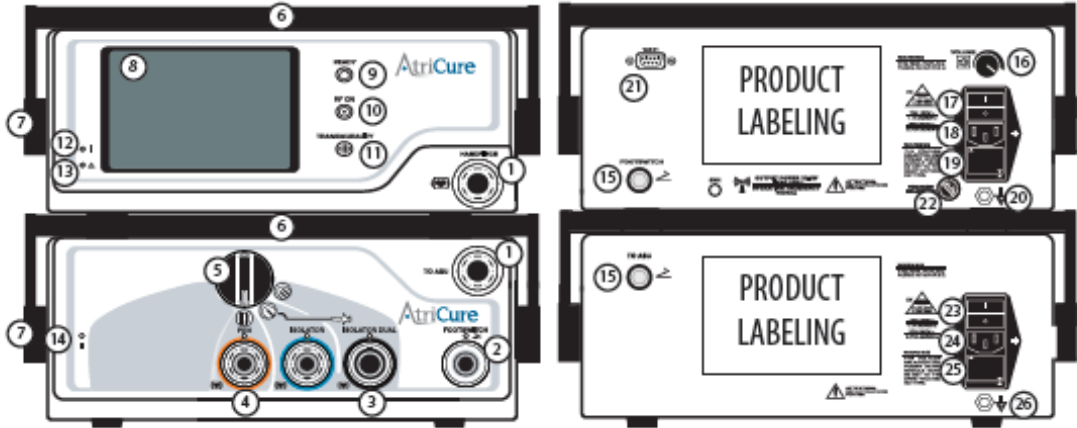

図4 RF システムのフロントパネルとバックパネル - 主な機能
7. ASU2 と ASB3 の背面にある電源スイッチを起動し、ON にして下さい (図 4 参照)。
10. ハンドピースケーブルのコネクターの矢印マークが上向きになっている状態で ASB3 接続口の矢印を合わせます。(図 4 参照)、滅菌済みハンドピースのケーブルコネクターを、ASB3 フロントパネルにある対応する接続口に挿入します。